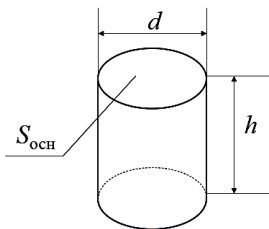

Рис. 1. Линейные размеры
Плотность твердого тела правильной цилиндрической формы определяют по формуле (2). На рис. 1 показаны линейные размеры твердого тела: d – диаметр; h – высота. $S_{\text{осн}}$ – площадь основания цилиндрического тела.